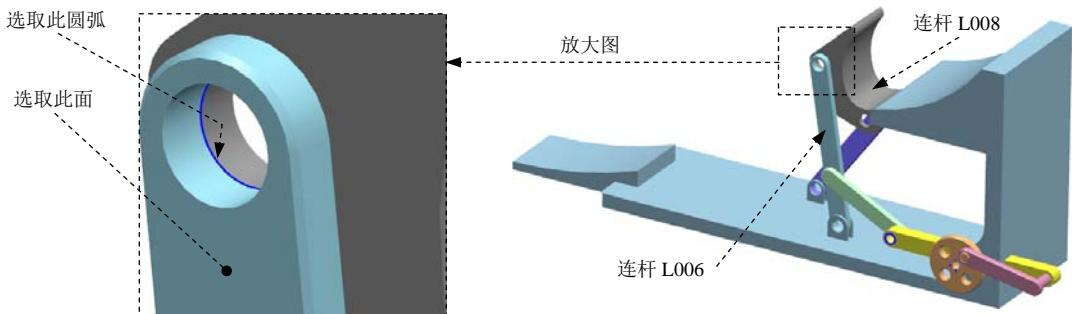

图 10.2.11 定义旋转副 (三)
(1) 在“运动副”对话框**定义**选项卡的**类型**下拉列表中选择 **共线**选项，选取图 10.2.11 所示的连杆 L006；在“运动副”对话框的 **指定原点**下拉列表中选取“圆弧中心” 选项，在模型中选取图 10.2.11 所示的圆弧为定位原点参照；选取图 10.2.11 所示的面作为矢量参考面。
(2) 添加啮合连杆。在“运动副”对话框的**基本**区域中选中 **啮合连杆**复选框，单击**选择连杆 (0)**，选取图 10.2.11 所示的连杆 L008；在“运动副”对话框**基本**区域的 **指定原点**下拉列表中选取“圆弧中心” 选项，在模型中选取图 10.2.11 所示的圆弧为定位原点参照；选取图 10.2.11 所示的面作为矢量参考面。
(3) 单击**确定**按钮，完成运动副的添加。